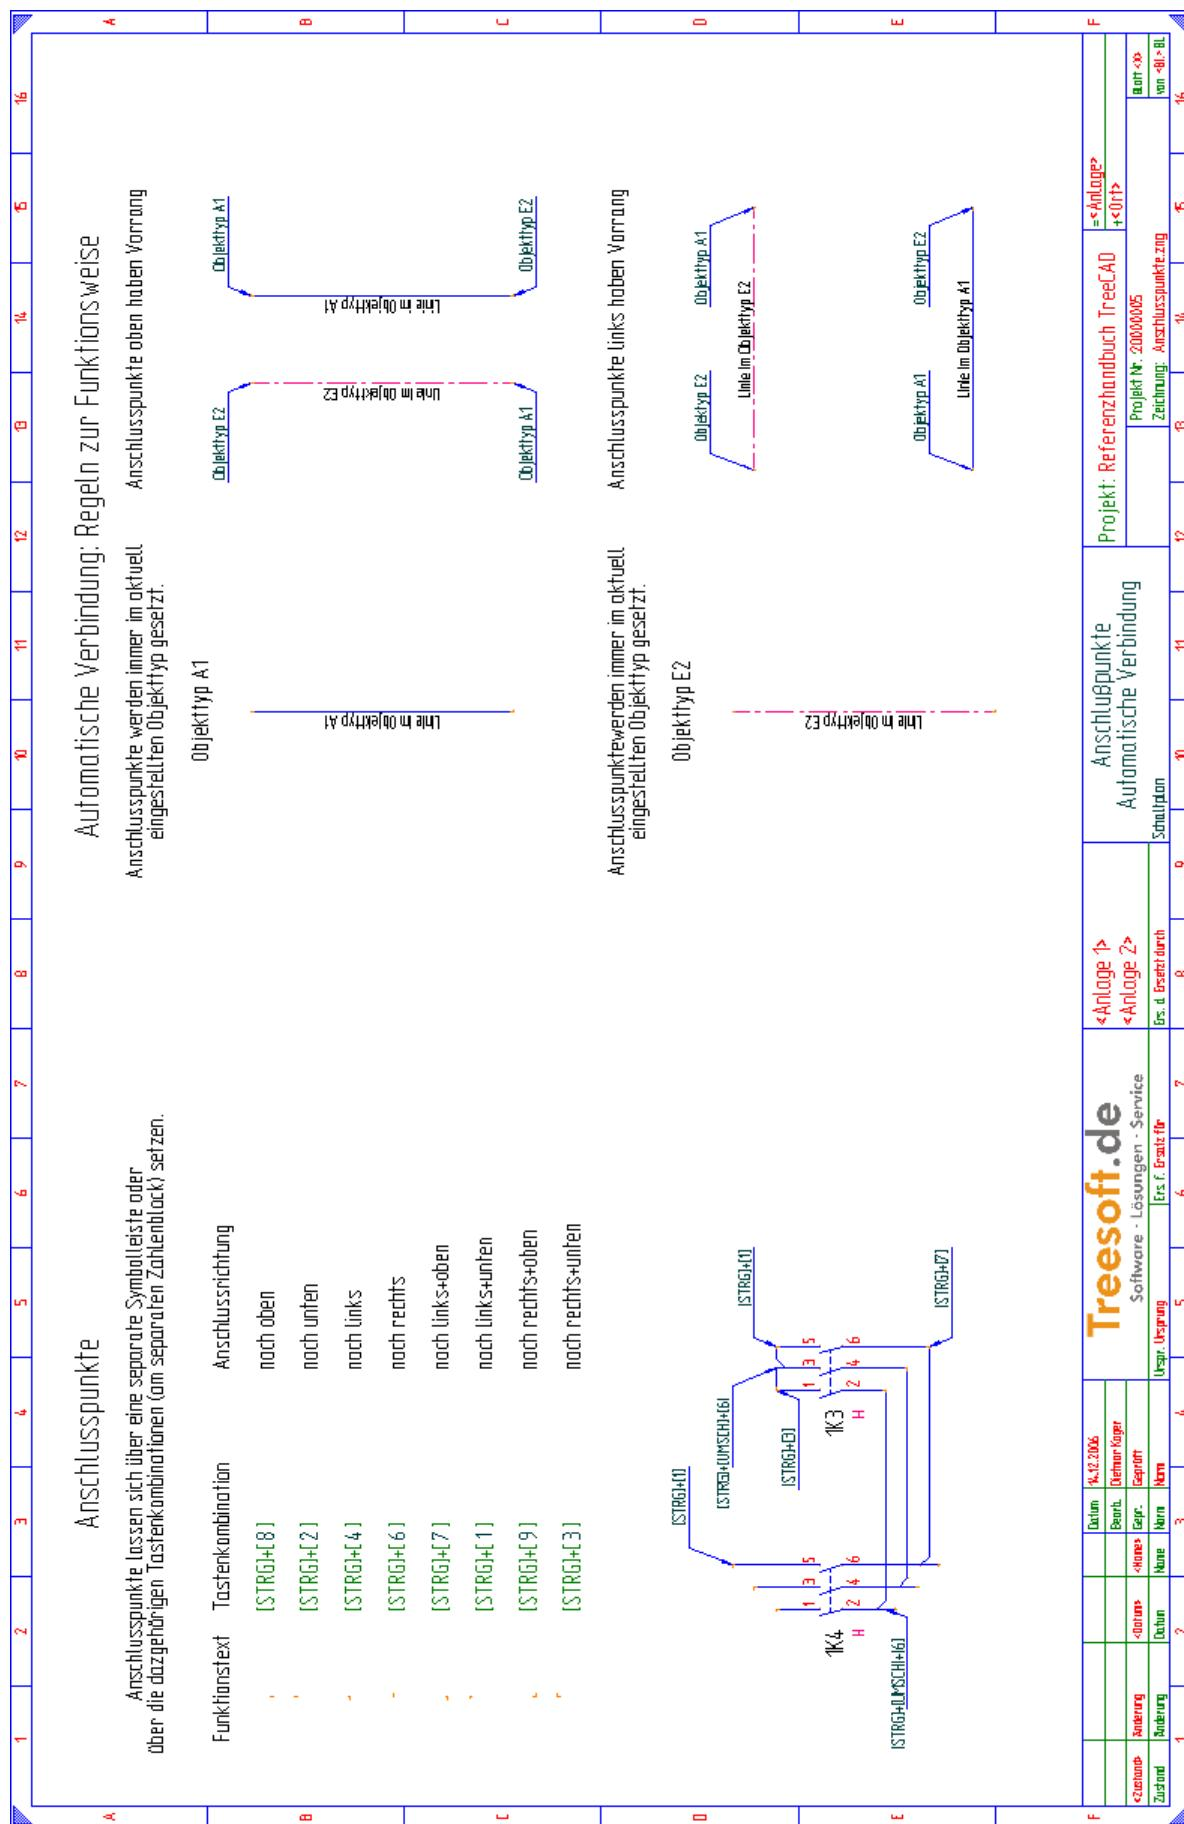

Abbildung 4.3.26: Funktionsweise und Regeln der Anschlusspunkte
**WICHTIG** Anschlusspunkte werden immer in dem aktuellen Objekttyp (d. h. Linienart und Linienbreite) in die Zeichnung eingesetzt (Optionen-Dialog, Zweig **System > Zeichnen**). Die automatisch erstellten Verbindungslinien werden in dem Objekttyp erstellt, in dem die Anschlusspunkte gesetzt wurden. Sind die Objekttypen der Anschlusspunkte, zwischen denen eine Linie automatisch gezeichnet wird, nicht identisch, hat der Objekttyp des Anschlusspunktes der oberhalb oder links steht Vorrang (siehe Abbildung 4.3.26). In sämtlichen bereits erstellten und zum Lieferumfang von Treesoft CAD gehörenden Symbolen sind entsprechende Anschlusspunkte bereits hinterlegt. Der Anschluss eines Symbols an einen entsprechenden Anschlusspunkt (bzw. T-Stück) erfolgt somit wiederum vollautomatisch.